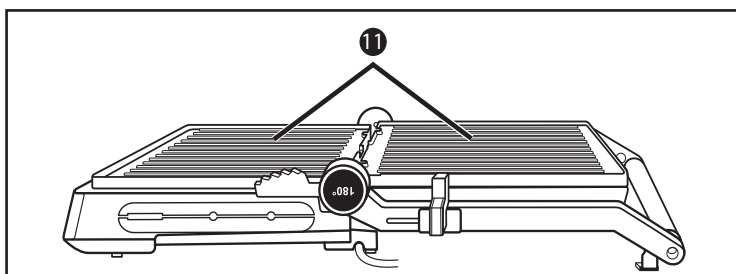

Fig. 2
- 3) Les plaques chauffantes **11** sont maintenant l'une à côté de l'autre et peuvent être utilisées comme gril de table (fig. 2).